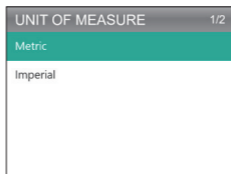

Figura 8.1.4
3. Para cambiar la unidad de medida, selecciona Unidad de medida y presiona [OK]. Puedes seleccionar Imperial o Métrico (Ver la Figura 8.1.4).